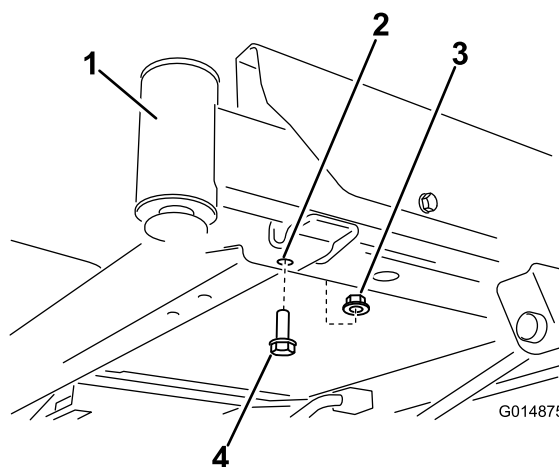
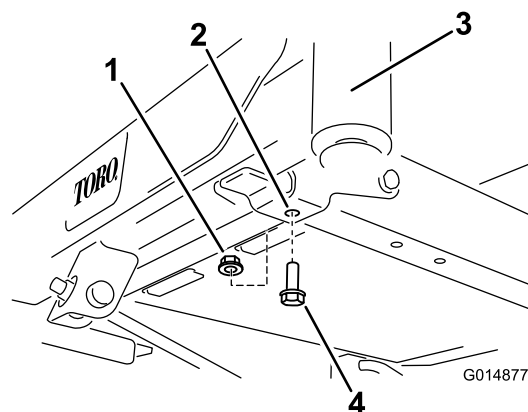

Figura 3
Figura 4
1. Localice los pernos delanteros en la parte inferior del bastidor (Figura 3 y Figura 4). Retire los dos pernos y las dos contratuercas (3/8 pulgada). Guarde las contratuercas.